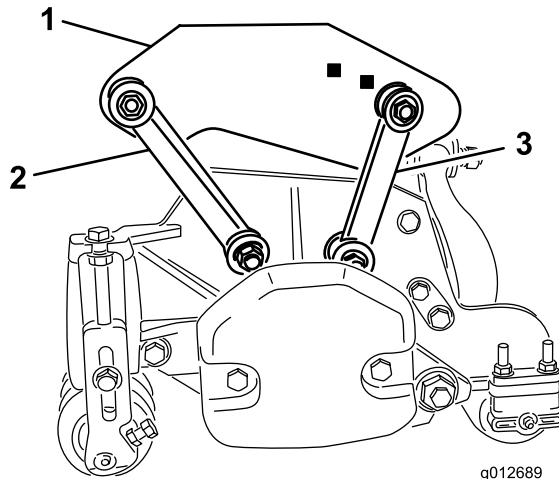

Figura 19
- Fixe as ligações de montagem frontais à estrutura de suporte com um parafuso ($\frac{3}{8}$ pol. x $2\frac{1}{4}$ "), 2 anilhas de cabeça chata e uma porca de bloqueio, como se mostra na Figura 19. Posicione uma anilha
- Fixe as ligações de montagem traseiras à estrutura de suporte traseira com um parafuso ($\frac{3}{8}$ pol. x $2\frac{1}{4}$ "), 2 anilhas de cabeça chata e uma porca de bloqueio, como se mostra na Figura 19. Posicione uma anilha em cada lado da ligação quando estiver a montar. Aperte os fixadores com uma força de 42 N m.